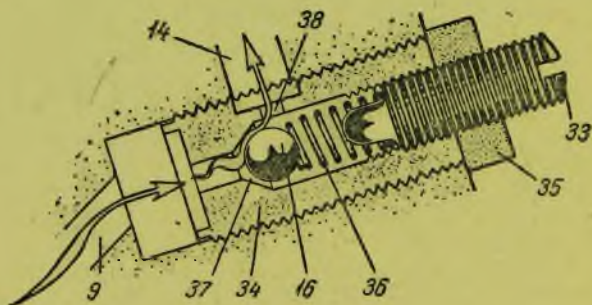

Рис. 73. Редуктор ТИЗ-АМ-600
Давление во всех сверлениях после насоса регулируется редуктором, изображенным отдельно на рис. 73. Ввертыванием или вывертыванием винта (33) из втулки (34), которая закреплена путем ввинчивания и закручена гайкой (35), меняется сила упругости пружины (36), прижимающей шарик (16) к гнезду (37). Масло, нагнетаемое насосом по сверлению (9), давит на шарик (16), отодвигает его и проходит через окна (38) в канал (14). Чем сильнее будет сжата пружина винтом (33), тем большая потребуется сила от масла на отодвигание шарика